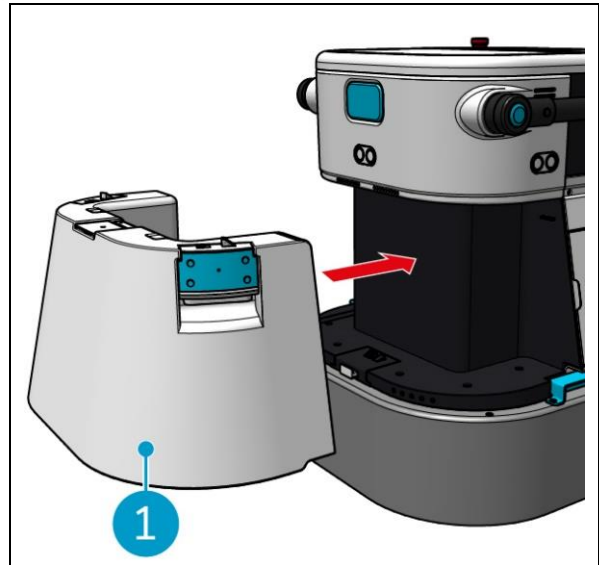

Abbildung 16
8. Schieben Sie den Reinwassertank mithilfe der blauen Griffe zurück in den co-botic™ 45, siehe Abbildung 16.